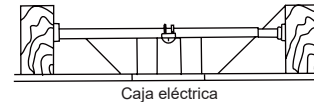

Fig. 3
**NOTA:** En función de la ubicación de instalación que hayas elegido, tal vez necesites comprar e instalar un “soporte de viga” para sostener la caja eléctrica. Asegúrate de que el soporte de viga que compres esté diseñado para usar con ventiladores de techo. **(Fig. 3)**